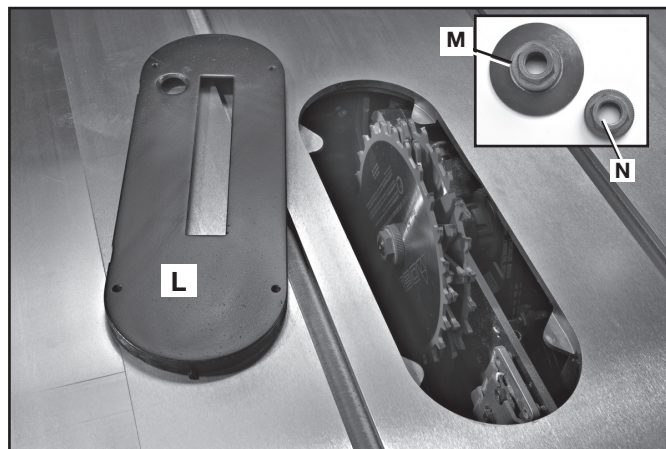

FIG. 65
⚠ ATENCIÓN: El inserto para mesa del juego de cabezales para ranuras (L), Fig. 65 debe utilizarse en lugar del inserto estándar. Asegúrese que el parte móvil sea llano con la tabla antes de proceder.
NOTA: No se puede usar el ensamblaje de tuercas de eje de la brida externa estándar (M), Fig. 65, con los juegos de hojas para ranuras. Se incluye una tuerca de eje especial (N) con la Unisaw para hacer ranuras. Ajuste esta tuerca de eje contra el juego de hojas para ranuras. **No deseche la tuerca de eje de la brida externa. La necesitará cuando vuelva a colocar la hoja estándar al eje.**
4. Anexe el juego de cabezales para ranuras al eje de la sierra con la tuerca de eje (N), Fig. 65.
NOTA: No se puede usar el ensamblaje de tuercas de eje de la brida externa estándar (M), Fig. 65, con el cabezal portacuchilla para molduras. Se incluye una tuerca de eje (N) con la Unisaw para estas aplicaciones. Ajuste esta tuerca de eje contra el cabezal portacuchilla para molduras. **No deseche la tuerca de eje de la brida externa. La necesitará cuando vuelva a colocar la hoja estándar al eje.**